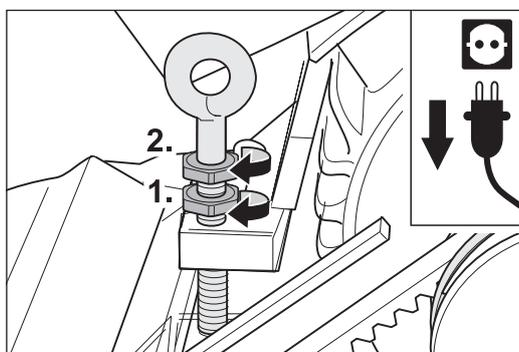

Abb. 87 An der Ringschraube am Motor zuerst die untere Mutter (1.) und dann die obere Mutter (2.) festziehen.
- 5** Ziehen Sie an der Ringschraube am Motor zuerst die untere Mutter (Abb. 87, 1.) und dann die obere Mutter fest (Abb. 87, 2.).